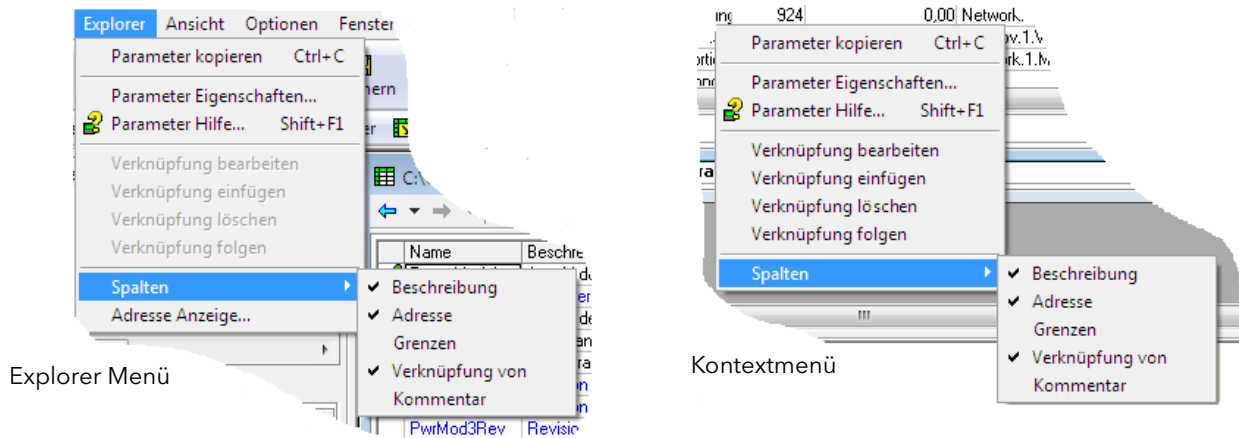

Abbildung 7.4b Spalten einblenden/ausblenden
In der Abbildung sehen Sie das Standardlayout der Tabelle. Über den Eintrag „Spalten“ im Explorer oder die Kontextmenüs (Abbildung 7.4b) können Sie Spalten anzeigen lassen oder entfernen.
2. Spalten. Das Standardfenster des Explorer (Abbildung 7.4a) enthält die Spalten „Name“, „Beschreibung“, „Adresse“, „Wert“ und „Verknüpfung von“. Wie Sie in Abbildung 7.4b sehen, können Sie die anzuzeigenden Spalten über das „Explorer“ Menü oder das Kontextmenü auswählen. Für das obige Beispiel wurden die „Grenzen“ aktiviert.
3. Ausgeblendete Parameter. In der Voreinstellung blendet iTools Parameter aus, die im aktuellen Kontext nicht relevant sind. Solche ausgeblendeten Parameter können Sie in der Tabelle über die Einstellung „Parameterverfügbarkeit“ (im Optionsmenü) einblenden (Abbildung 7.4b). Derartige Einträge werden mit einem schattierten Hintergrund angezeigt.
- Spalten Hier können Sie eine Reihe von Spalten der Parametertabelle aktivieren/deaktivieren (Abbildung 7.4b).